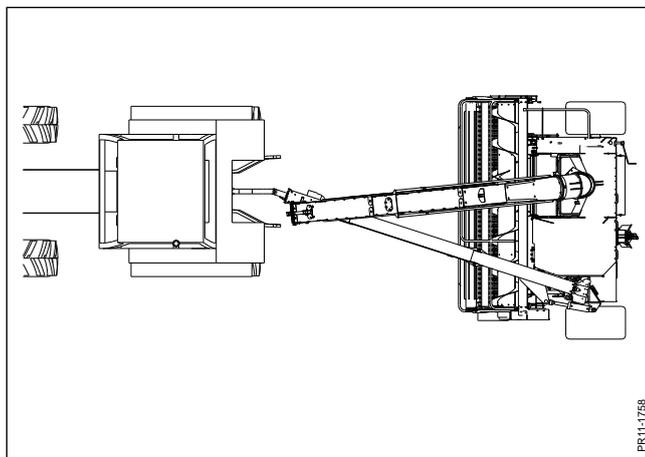

Abb. 6-1
**Abb. 6-1** In der Transportposition muss die Maschine direkt hinter dem Schlepper platziert werden. Der Auswurfkrümmer muss nach unten geklappt werden, um auf der Stütze auf der Zugdeichsel zu stehen.